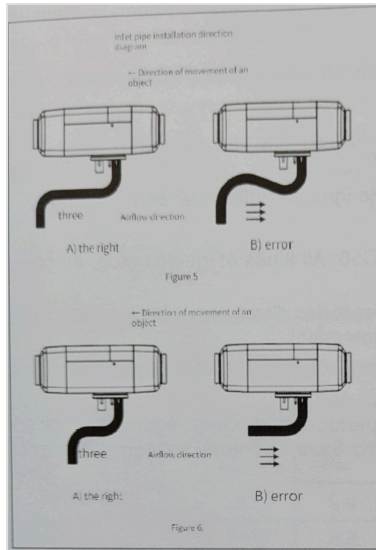
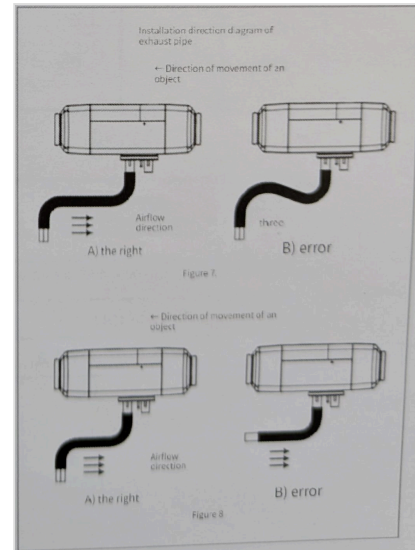

図5・図6:吸気管の取付方向(A 正しい / B 誤り)
図7・図8:排気管の取付方向(A 正しい / B 誤り)
1. 吸気管・排気管はヒーターから下り勾配で配管すること(図5・図7)。そうできない場合は、管の最も低い位置に直径5mmの水抜き穴を開けること。曲げる場合、曲げ半径は50mm以上とし、1本の管の曲げ角度の合計は270°を超えないこと。